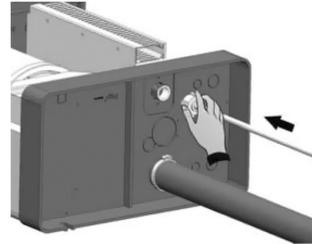

рис. 11
7. Присоедините линию подачи воды к соединению 3/4 электроклапана, расположенного снизу увлажнителя [рис. 11 и 12]